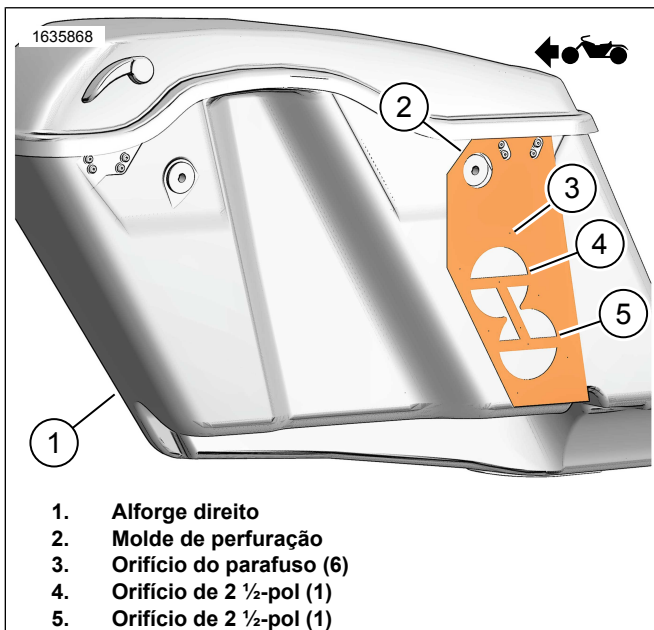
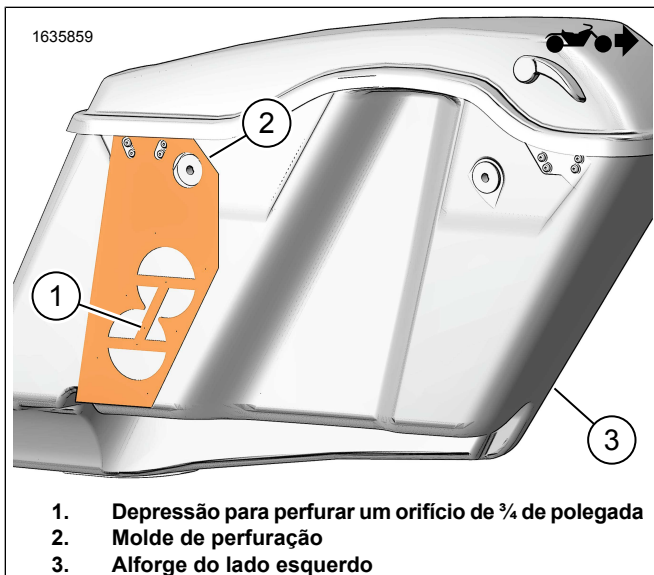
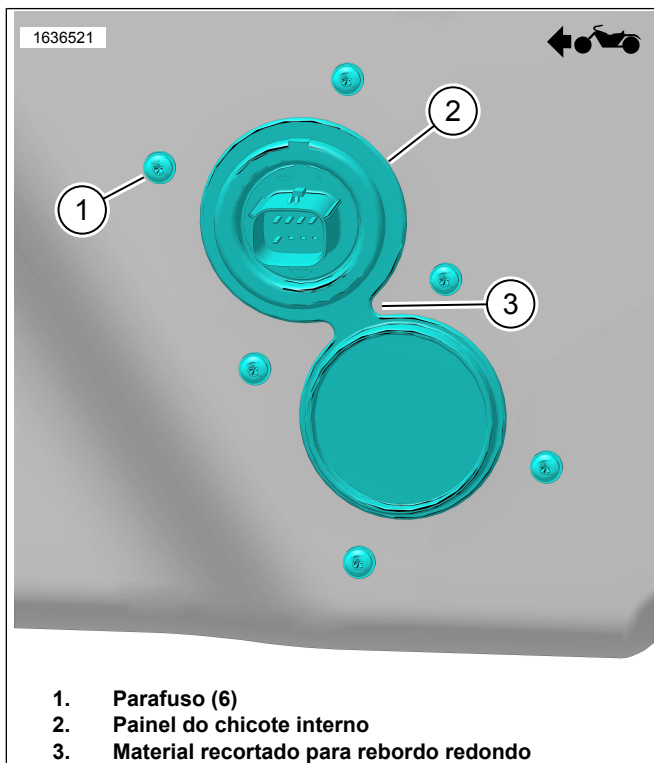

Figura 2. Alforje Direito
Figura 3. Alforje Esquerdo
Figura 7. Painel do Chicote Interno
1. Ver a Figura 2. Posicione a bitola dos furos (2) no alforge do lado direito (1).
2. Modifique o alforge do lado direito (1).
- d. Ver a Figura 7. Apare o material para rodear a berma (3).
4. Ver a Figura 3. Posicione a bitola dos furos (2) no alforge do lado esquerdo (3).
5. Modifique o alforge do lado esquerdo (3).
- a. Com um punção, marque o centro da localização do furo (1) na bitola.
6. Ver a Figura 7. Instale o painel do chicote interno (2).